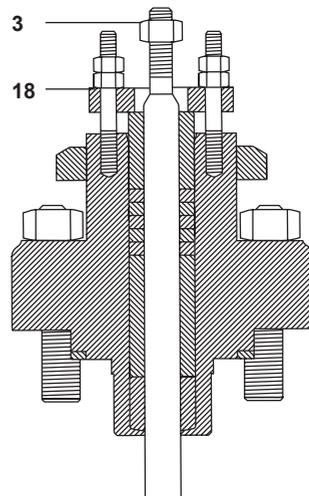

Fig. 12
- Apretar las tuercas del prensaestopas (18) hasta:
- ii) Estopada de grafito: queda un espacio de 12 mm entre la parte inferior de la brida prensaestopas y la tapa. Ver Fig. 12.
- Volver a colocar la contratuerca (3).